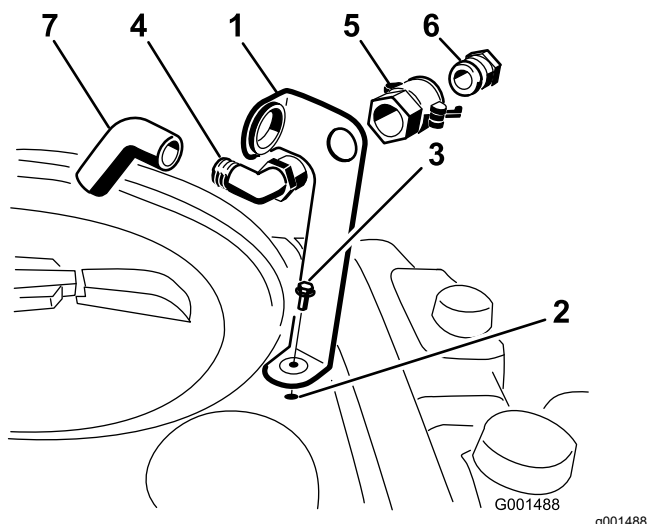

図3
1. 図3のように、タンクに開けてあるねじ穴に合わせて補給口ブラケットをセットし、フランジヘッドボルト5/16 x 3/4で固定する。
2. 90度エルボのねじ切りしている側をブラケットに通し、クイックカップラでブラケットに固定する図3。
3. クイックカップラにホースアダプタを取り付ける図3。
4. カップラについているレバーをアダプタ側に倒してロックし、ヘアピンコッターで固定する図3。
5. 逆流防止ホースを、ブラケットの大きな開口部に通してから、90度エルボに取り付ける図3。